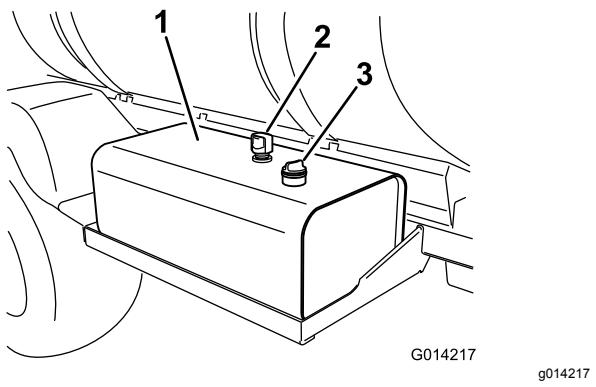

Bild 89
2. Reinigen Sie den Bereich um den Peilstab des Hydraulikölbehälters und nehmen ihn ab (Bild 89).